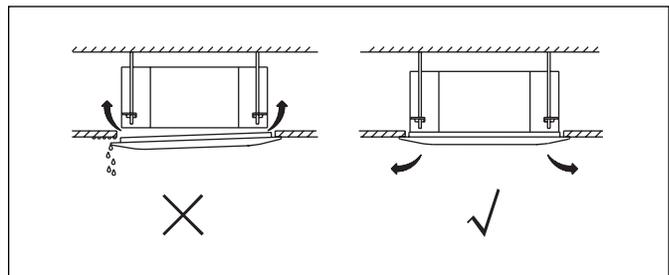

Figura 48
- ▶ Después de instalar el panel decorativo, asegúrese de que no haya espacio entre el cuerpo de la unidad y el panel decorativo. De lo contrario, el aire puede filtrarse a través del espacio y provocar una gota de rocío. (Vea la figura 48 a continuación).